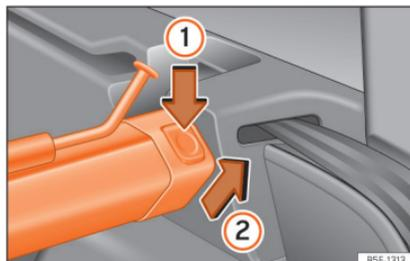

Abb. 140 Im Gepäckraum: Trennnetz abnehmen.
- Linke oder rechte Entriegelungstaste »» Abb. 140 in Pfeilrichtung (1) drücken.
- Stützschale in Pfeilrichtung »» Abb. 140 (2) abnehmen.
- Schale der Träger links und rechts entgegen der Pfeilrichtung drücken »» **Abb. 140** ②, bis diese einrastet.